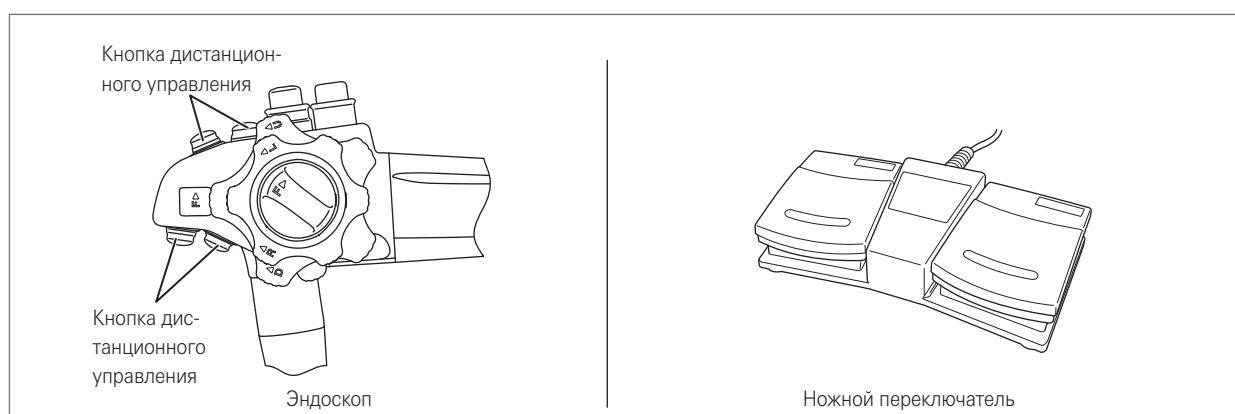

Рис. 4.7
2. Нажмите каждую кнопку дистанционного управления на корпусе эндоскопа и ножном переключателе и убедитесь, что функция, назначенная кнопке, работает (рис. 4.7).